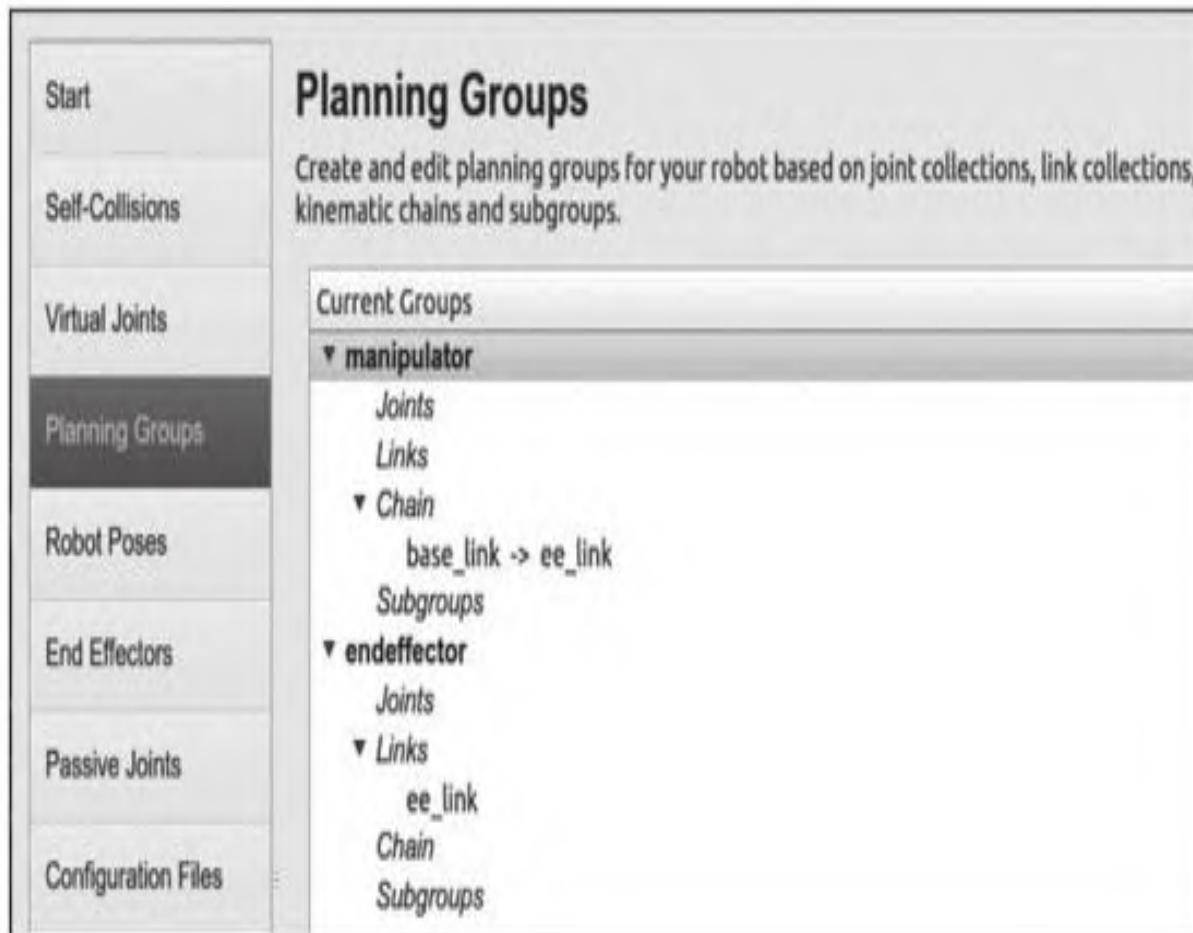

图14-5 在MoveIt!中规划操作器和末端执行器组
6) 这是规划组，即操作器加上末端执行器的配置，如图14-5所示。